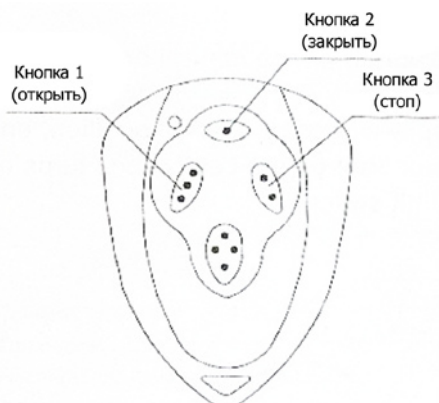

Рис. 8. Схема пульта дистанционного управления
- Пульты дистанционного управления работают в трехканальном режиме (кнопка 1 - открыть, кнопка 2 - закрыть, кнопка 3 - стоп) см рис. 8.